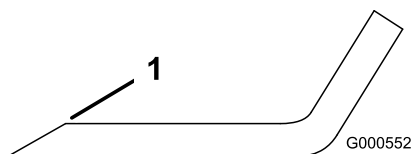

Figure 56
1. Au moyen d'une lime, aiguissez les tranchants à chaque bout de la lame (Figure 56).
**Remarque:** Si la lame est déséquilibrée, limez un peu l'extrémité de l'ailette seulement (Figure 56).